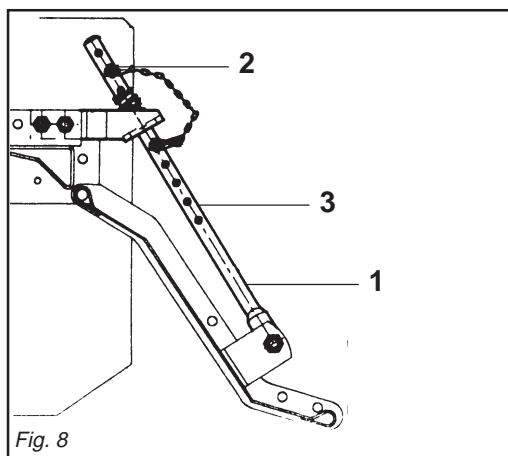

Fig. 8
- 6 - Il martinetto a molla (1 Fig. 8) oltre a sostenere la lamiera livellatrice ed ammortizzarla nel trasporto su strada, serve a evitare il ribaltamento della zappatrice durante il parcheggio.
- 6 - *Besides supporting the levelling plate and acting as a shock absorber for it during road transport, the spring ram (1 Fig. 8) prevents the steerage hoe*
- 6- Die Federwinde (1 Abb. 8) trägt nicht nur das Planierschild und dient beim Straßentransport zur Dämpfung von Stößen, sondern sie soll auch verhindern, daß die
- 6 - *Le vérin à ressort (1 Fig. 8) sert de soutien à la tôle de nivellement et de suspension pendant le transport sur route, pour éviter le basculement du cultivateur lors du stationnement. L'effet de la tôle de nivellement sur le terrain peut être augmenté ou diminué*
- 6 - El gato de resorte (1 Fig. 8), además de sostener la chapa de nivelación y protegerla durante el transporte en carretera, sirve para evitar el vuelco
A seconda della posizione, determinata dalla copiglia (2 Fig. 8) sui vari fori posti nel tubo del martinetto (3 Fig. 8) si riesce ad aumentare o diminuire l'effetto della lamiera livellante sul terreno.
from overturning when parking. The effect of the levelling plate on the soil can be increased or decreased depending on the position, established by the split pin (2 Fig. 8) in the various holes in the ram tube (3 Fig. 8).
Hackfräse während des Parkens umkippt. Je nach der Position, die durch den Splint (2 Abb. 8) in den verschiedenen Löchern des Windenrohres (3 Abb. 8) festgelegt wird, kann die Wirkung des Planierschilds auf den Boden erhöht oder verringert werden.
en changeant la position de la goupille (2 Fig. 8) dans les différents trous du tube du vérin (3 Fig. 8).
de la binadora durante el estacionamiento. De acuerdo a la posición, determinada por el pasador (2 Fig. 8) en los diversos orificios del tubo del gato (3 Fig. 8) se logra aumentar o disminuir el efecto de la chapa de nivelación sobre el terreno.